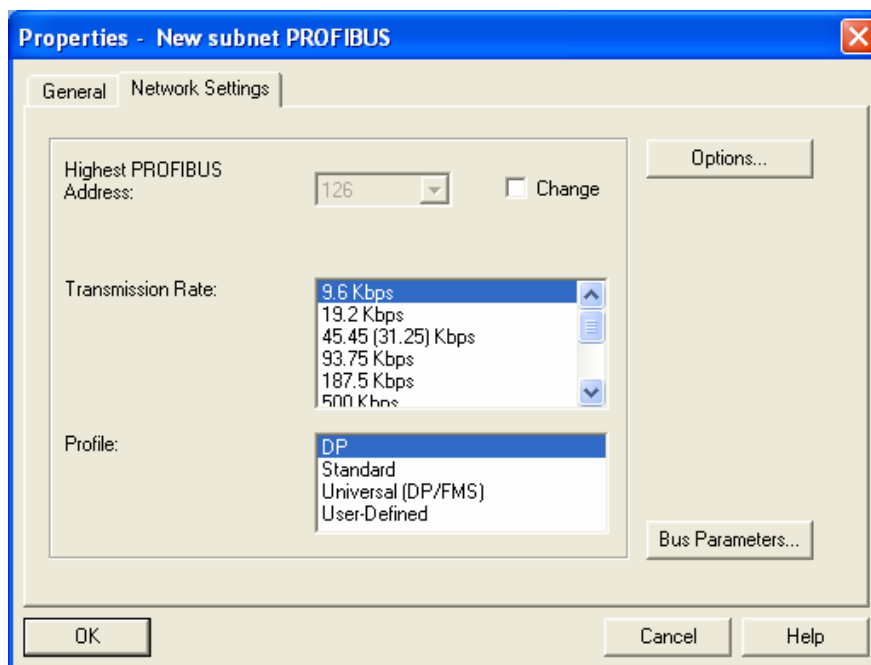

图 10-13
5. 在图 10-13 所示新出现的对话框中选择总线的通讯速率和总线类型，选择后点击『确定』按钮。